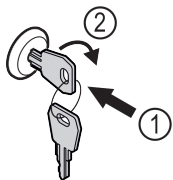

Fig. 123
- ▶ Sleutel erin duwen. Fig. 123 (1)
- ▶ Sleutel 90° rechtsom draaien. Fig. 123 (2)